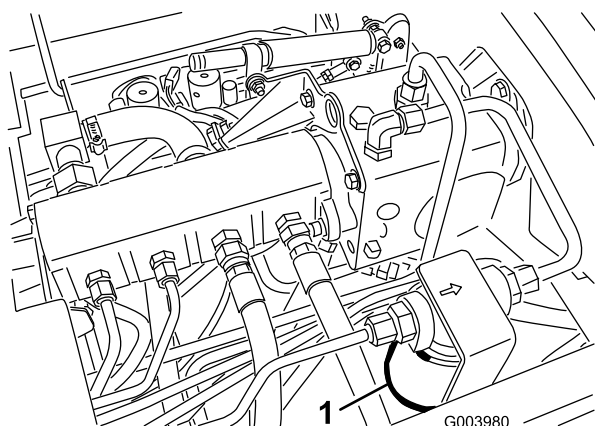
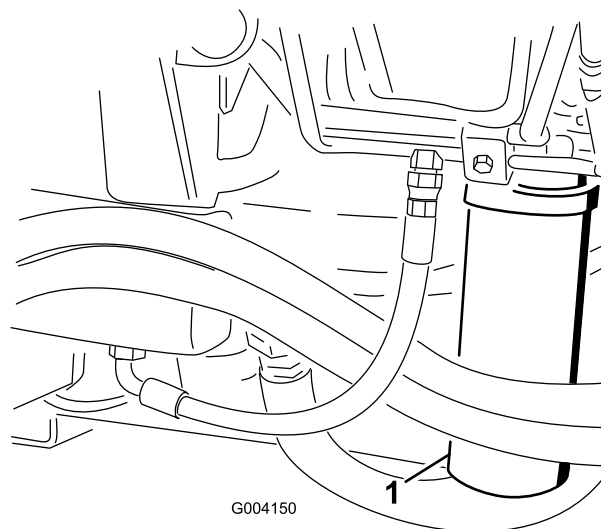

Figura 53
Figura 54
2. Limpie la zona alrededor de la zona de montaje del filtro y coloque un recipiente debajo del filtro (Figura 53 y Figura 54).